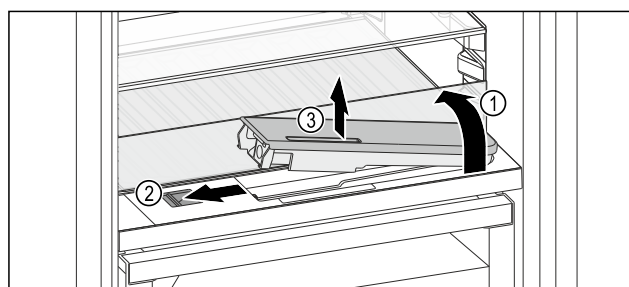

Fig. 118
- ▶ Skleněnou desku nadzvedněte a zaklapněte dozadu až na doraz *Fig. 118 (1)*.
- ▶ Posuvník *Fig. 118 (2)* posuňte doleva.
- ▶ Vyměňte nádržku na vodu *Fig. 118 (3)*.